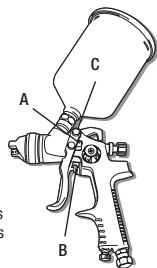

Fig. 1
- C. Point du pivot de la gâchetteVoir Fig. 1 pour l'emplacement de ces points.